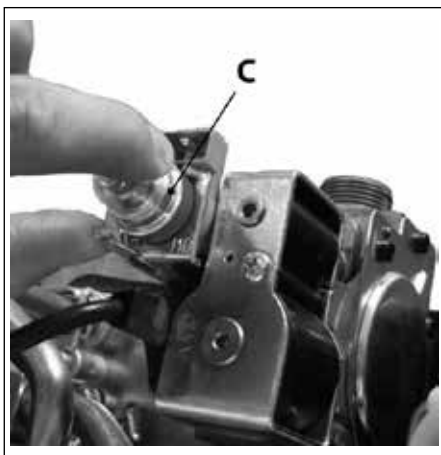

Fig. 39 Bobina modulación válvula de gas
- Volver a montar la tapa plástica **C** (ver Fig. 39 Bobina modulación válvula de gas ), colocada en la parte más alta de la bobina del modulador, que protege los tornillos de regulación del regulador de presión.